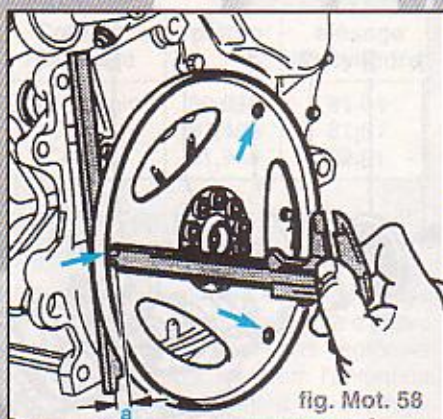

fig. Mot. 58
- Mesurer la cote -a- par rapport au bloc-cylindres à travers les trois alésages de la fixation de convertisseur à l'aide d'une règle auxiliaire et d'une jauge de profondeur et calculer la valeur moyenne (fig. Mot.58).